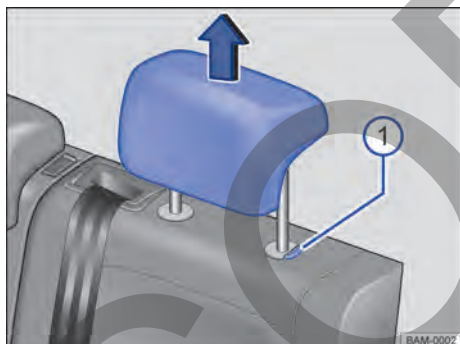

Fig. 68 Apoyacabezas traseros: desmontar.
- Retirar el apoyacabezas con el botón → fig. 68 ⓘ presionado.
- Empujar hacia abajo el apoyacabezas con el botón → fig. 68 ⓘ presionado.